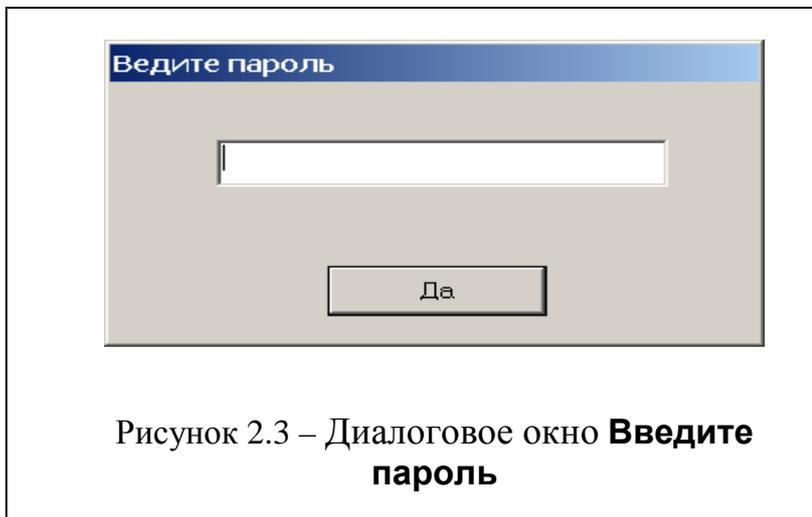

Рис. 2.2.
На Рабочем столе управляющего терминала **ПК-1** индицируется также ярлык для запуска программы Менеджер (см. рис. 2.2).
- б) активировать программное обеспечение с помощью иконки программы Менеджер (см. рис. 2.2), расположенной на Рабочем столе.